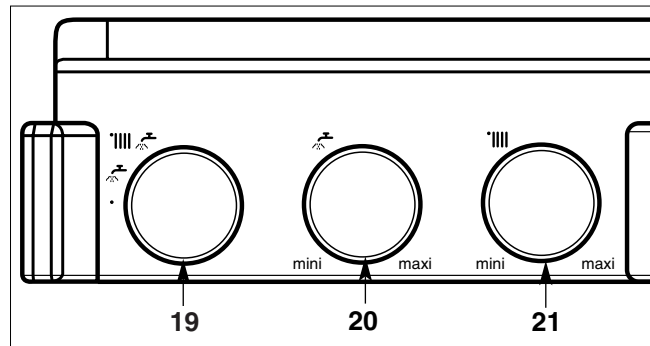
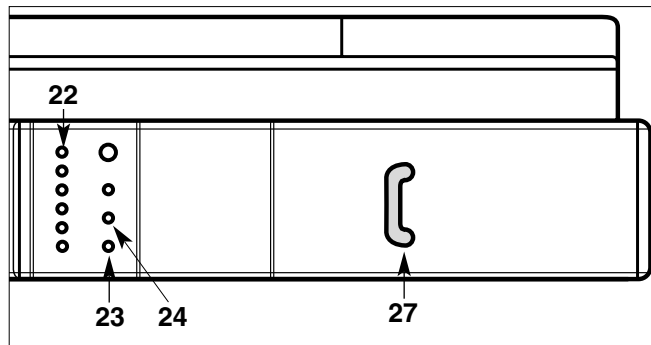

Fig. 23
Fig. 24
No olvidar volver a abrirla al principio de la temporada de calefacción cuando se vuelva a poner el conmutador "19" (fig. 23) en la posición «».
- Poner el conmutador "19" (fig. 23) en la posición «» indicador luminoso verde "23" encendido ; el indicador luminoso naranja "24" (fig. 24) se enciende cada vez que el quemador entra en funcionamiento.
El botón de ajuste de la calefacción "21" «» (fig. 23) da la posibilidad de ajustar la temperatura del agua del circuito de calefacción en función de las necesidades de la temporada.
El indicador "22"  (fig. 24) visualiza esta temperatura.
- Ponga el conmutador "19" en posición paro «», extinción del indicador luminoso verde "23" (fig. 24).